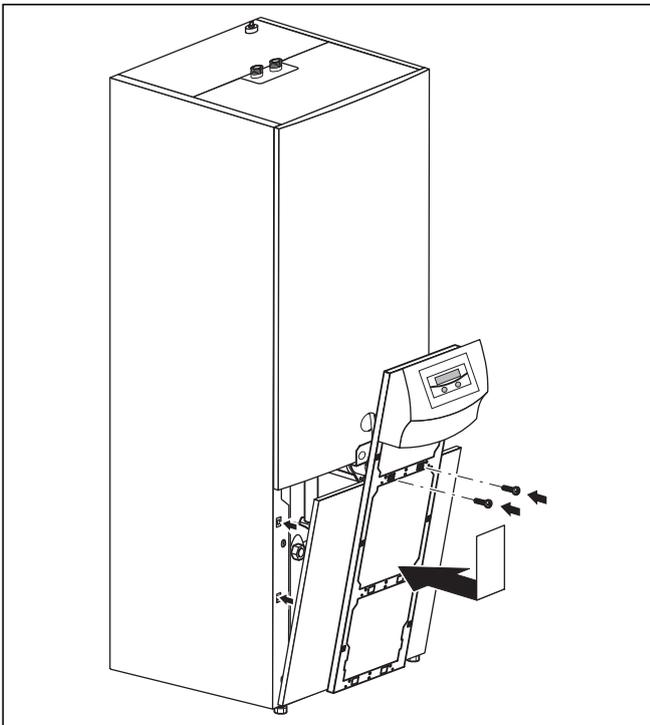

Fig. 6.24 Montar la parte inferior del revestimiento frontal
- Coloque la parte inferior del revestimiento sobre el marco, pase las líneas de conexión de la unidad de mando a través del marco y meta a presión el revestimiento en el soporte de clips de la carcasa. Atornille el marco de la consola con dos tornillos a la carcasa tal como se indica en la fig. 6.24.